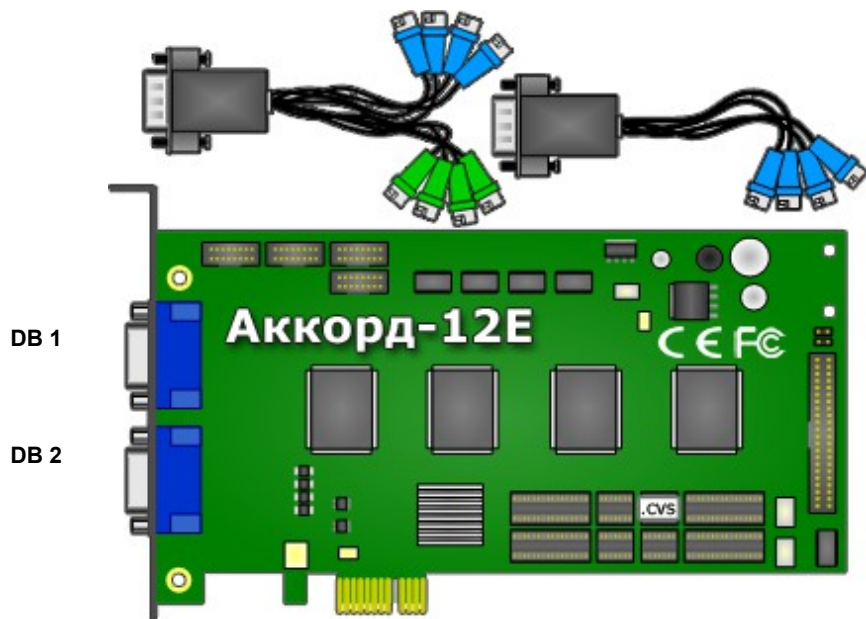

Рис.1 Внешний вид платы «Аккорд-12Е».
На передней панели платы (Рис. 1) расположены два разъёма DB 1 и DB 2, к которым подключаются шлейфы кабелей с BNC разъёмами.
2. Установите плату (Рис.1) в свободный PCI Express x1 слот.
7. В плату установлен ключ защиты **CVS-CHIP** (Рис. 1). Для получения лицензионного файла необходимо на электронную почту [cvsnt@cvsnt.ru](mailto:cvsnt@cvsnt.ru) отправить письмо, указав в теме и в теле письма серийный номер платы. В ответ на посланное письмо придет письмо с лицензионным файлом `<serial_number>.lic`. Его необходимо разместить в каталоге `LIC\*.*`.